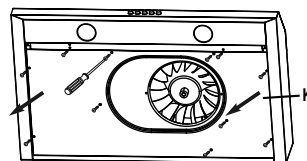

Fig. 12
- El regulador y el adaptador se encuentran dentro de la campana extractora. Para acceder a estas piezas, retire el panel inferior (K) si no lo ha hecho anteriormente (vea la Fig. 12).
- Escoja instalar el regulador (C) ya sea en la posición superior (3A & B) para ventilación superior o posterior (5) para ventilación posterior. El adaptador (D) se usa solo para ventilación superior y se instala en las posiciones 3A y 4.
- Fije el regulador (C) o adaptador (D) sobre el agujero de montaje troquelado elegido. Asegúrese de que el pivote del regulador esté orientado en la parte superior de manera que el regulador permanezca cerrado cuando no esté en uso.
- Atornille el regulador (C) o el adaptador (D) en la campana extractora (A) con los tornillos de rosca cortos (BB).
- Selle el regulador (C) o el adaptador (D) a la campana de extracción (A) en los cuatro lados con cinta para ductos.